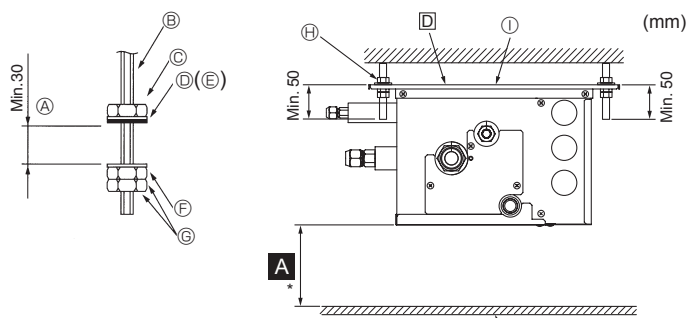

Fig. 6-1
- (2) Breng de ringen en moeren (①, ②, lokaal aan te schaffen) aan op de ophangbouten. (Fig. 6-1)
- (3) Hang de unit op de ophangbouten.